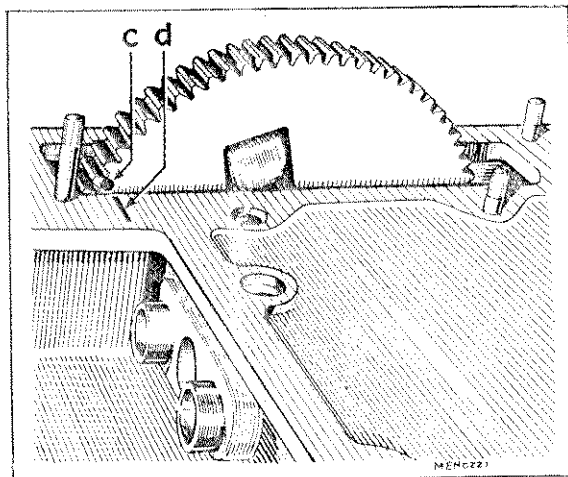

Fig. 11 - Riferimenti sull'ingranaggio dell'albero a camme per fasatura motore
- 2) Ruotare l'ingranaggio fino a quando il puntino c) viene a coincidere con la tacca d) incisa sul basamento (FIG. 11).